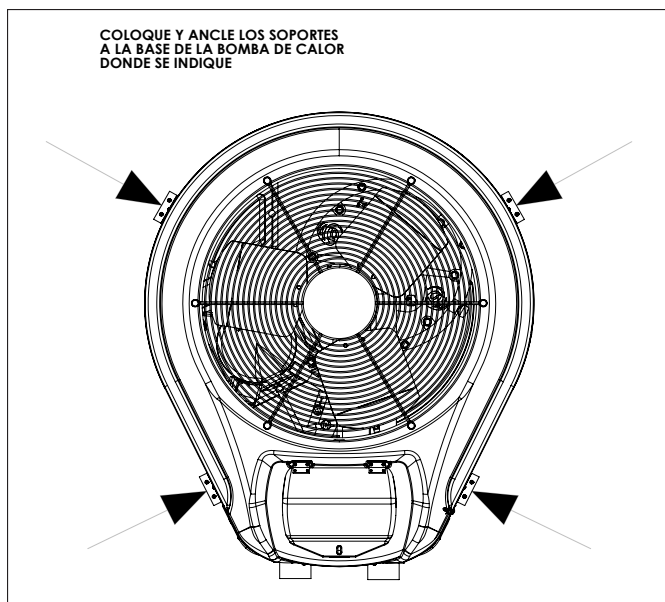

Figura 2. Posiciones de la abrazadera de anclaje
2. Coloque las abrazaderas en la base de la bomba de calor en las ubicaciones indicadas en la Figura 2.